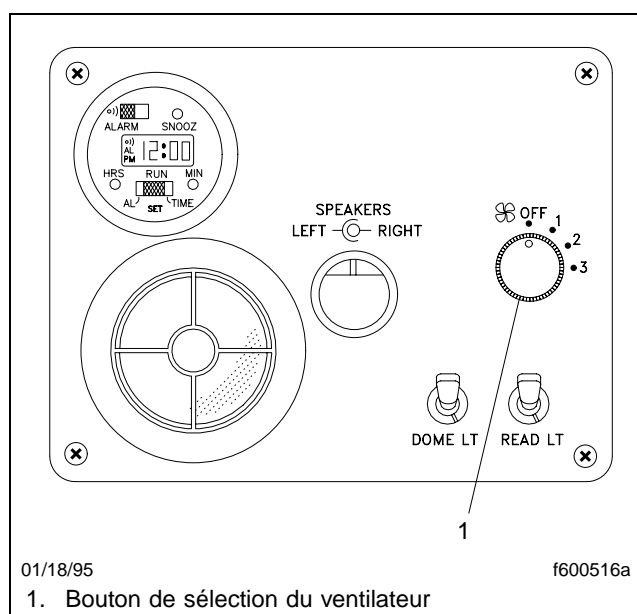

Fig. 4.10, Panneau de commande pour le système de commande manuelle de la température
1. Si le véhicule est équipé d'une commande manuelle de la température, procédez comme suit (Fig. 4.10) :
1. Si le système est équipé d'une commande manuelle de la température (**Fig. 4.10**), procédez comme suit :